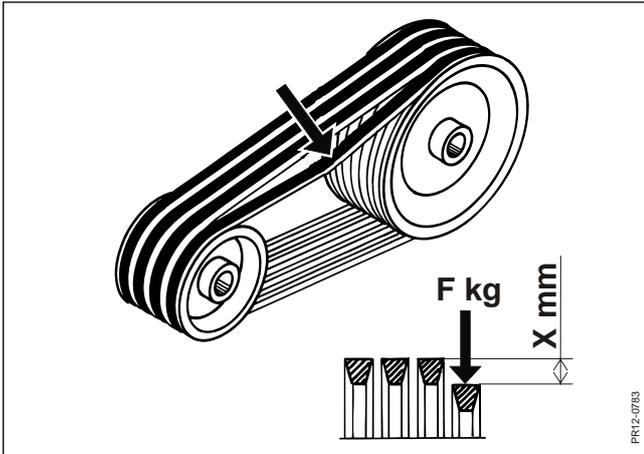

Fig. 5-1
**Fig. 5-1** Die Keilriemen in dem ersten Keilriemenantrieb ist korrekt gespannt, wenn eine Kraft von  $F = 4,5 \text{ kg}$  (45 N) einen Keilriemen  $x = 13 \text{ mm}$  biegen kann, wenn auf einen der Keilriemen in der Mitte zwischen den Riemenscheiben gedrückt wird. Es entspricht eine Keilriemenspannung von etwa 750 N – sowohl einer größere als eine kleinere Riemen Spannung wird das Leben des Keilriemens beträchtlich verkürzen.